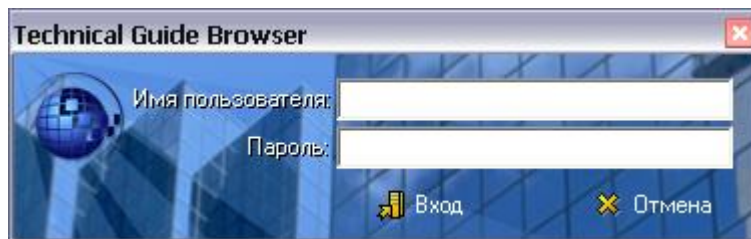

Рис. 234
1. В папке с защищенной публикацией запустите файл TGBrowser.exe. После этого откроется окно входа в TG Browser (Рис. 234).